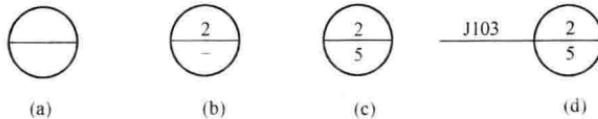

图 1-3 索引符号
(1) 索引符号、详图符号。图样中的某一局部或构件需另见详图时,以索引符号索引,见图1-3(a)。索引符号由直径为10mm的圆和水平直径组成,圆和水平直径用细实线表示。索引出的详图与被索引出的详图同在一张图纸时,在索引符号的上半圆中用阿拉伯数字注明该详图的编号,在下半圆中间画一段水平细实线,见图1-3(b)。索引出的详图与被索引出的详图不在同一张图纸时,在索引符号的上半圆中用阿拉伯数字注明该详图的编号,在下半圆中用阿拉伯数字注明该详图所在图纸的编号,见图1-3(c),数字较多时,也可加文字标注。
索引出的详图采用标准图时,在索引符号水平直径的延长线上加注该标准图册的编号,见图1-3(d)。索引符号用于索引剖视详图时,在被剖切的部位绘制剖切位置线,并用引出线引出索引符号,引出线所在的一侧即为投射方向,见图1-4。索引符号的编号同上。